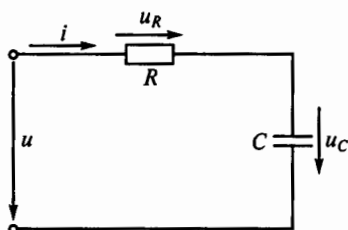

Рис. 113
**3.73.** В цепи на рис. 113 напряжение  $u = 20 + 50\sqrt{2} \sin \omega t$ ,  $R = 3$  Ом,  $x_C = 4$  Ом. Записать ряд Фурье для тока и определить мощности. (Указать неправильный ответ.)
**3.74.** В цепи на рис. 113 напряжение изменяется по закону  $u = 282 + 282 \sin 314t$ ,  $R = 30$  Ом,  $x_C = 40$  Ом. Каким будет действующее значение тока в цепи?
**3.75.** Каким будет закон изменения напряжения  $u$  в цепи на рис. 113, если напряжение на конденсаторе изменяется по закону  $u_C = 25 + 2 \sin 300t$ ? (Параметры  $R$  и  $C$  считать известными.)